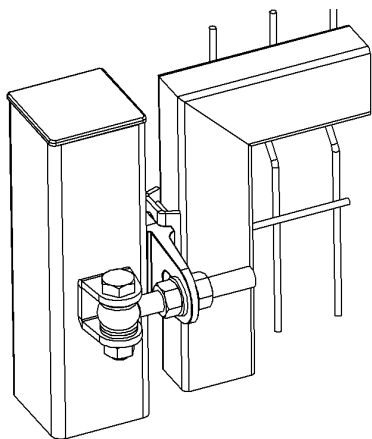

Рис.8
- при открытии калитки во внутрь рис.8;